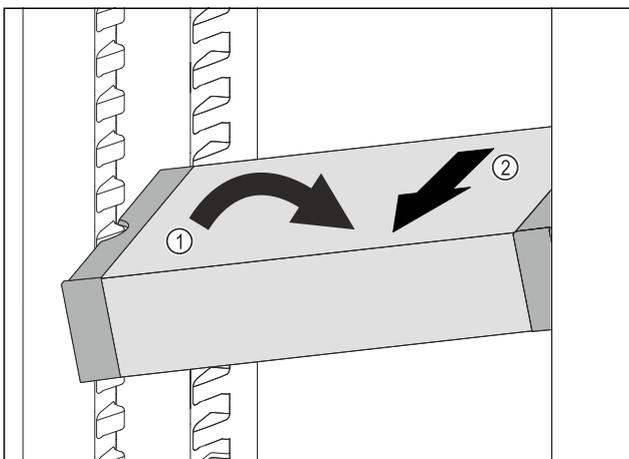

Fig. 88
- ▶ Расположите VarioSafe в холодильном отделении под наклоном. Fig. 88 (1)
- ▶ Извлеките VarioSafe движением вперед. Fig. 88 (2)